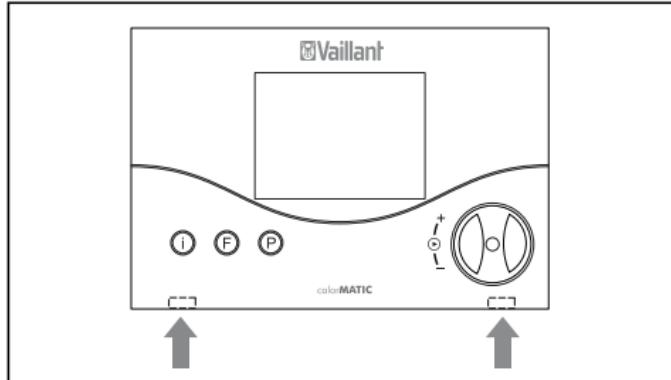

Fig. 4.1 Desbloquear os ganchos de engate
- Pressione cuidadosamente as patilhas de retenção para o lado, utilizando uma chave de fendas (fig. 4.1) e extraia o regulador pela frente.